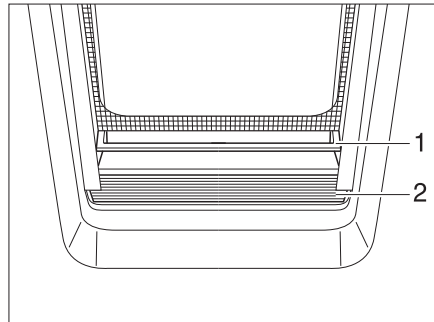

Fig. 47 Estor plegable
**Cerrar:** ■ Coger el estor plegable (Fig. 47,2) por el centro del listón tirador (Fig. 47,1), tirarlo de abajo hacia arriba y soltarlo en la altura deseada. El estor plegable se queda fijo en esta altura.